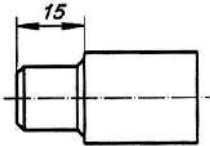

Рисунок 5.12 –
5) таким же способом відредагуйте верхню утворюючу циліндра (рис. 5.12);